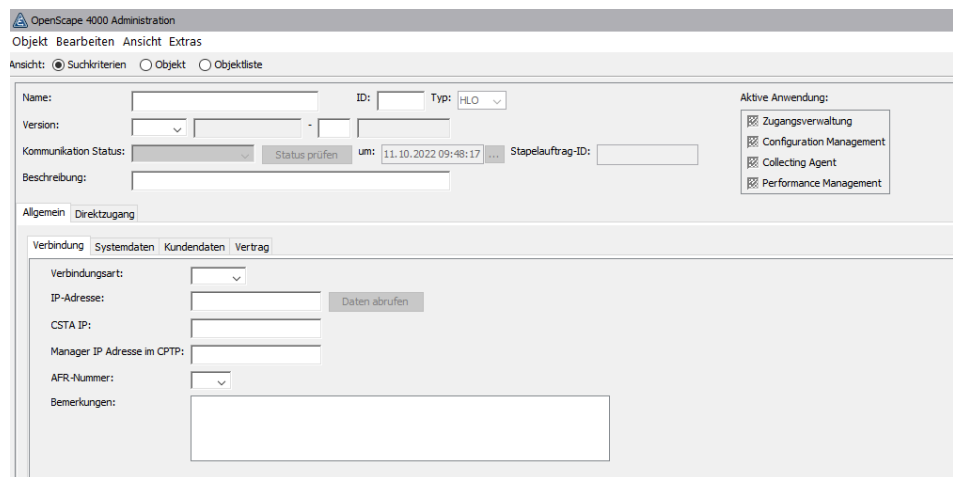

Figure 58: OpenScope 4000 Manager-Administration
- 2) Klicken Sie im Netzwerk-Ordner auf Domain (siehe Bild 58).